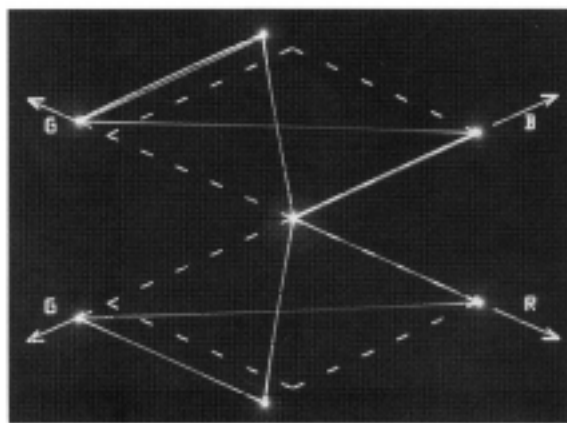

図5. 緑(G)チャンネルのガマト・エラー例
ダイヤモンド表示を利用すると、ガマト・リミットを越えた RGB チャンネルを識別して、簡単に調整することができます。緑 (G) チャンネルはダイヤモンド表示の上側と下側の両方で使用されており、緑 (G) チャンネルのガマト障害はダイヤモンド表示の上半分と下半分の両方に同じ影響を及ぼします。図 5 では、100%カラー・バー信号の緑 (G) チャンネルが約 25%高く、緑 (G) 軸方向に歪んでいます。青 (B) と赤 (R) は適切な位置に表示されており、正しく調整されていることがわかります。